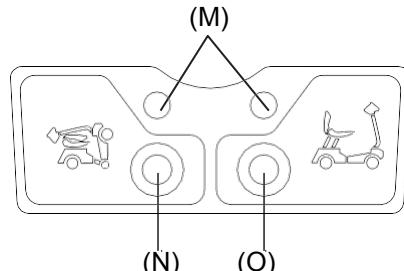
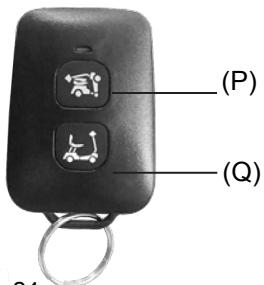

Figura 23
Figura 24
- Cuando el scooter está apagado y está en espera para plegar/desplegar, el indicador luminoso de plegado/desplegado (M) del scooter será anaranjado. (Figura 23)
- Botones del scooter (Figura 23)
- Pulse el botón de plegado (N) una vez para plegar automáticamente. Asegúrese de que el scooter esté completamente expandido antes de plegarlo.
- Pulse el botón de despliegado (O) una vez para desplegar automáticamente. Asegúrese de que el scooter esté completamente plegado antes de desplegarlo.
- Presione (N)/(O) otra vez para plegar/desplegar si se interrumpe el proceso de plegado/desplegado.
- Botones de mando a distancia (Figura 24)
- Pulse el botón de plegado (P) una vez para plegar automáticamente. Asegúrese de que el scooter esté completamente expandido antes de plegarlo.
- Pulse el botón de despliegado (Q) una vez para desplegar automáticamente. Asegúrese de que el scooter esté completamente plegado antes de desplegarlo.
- Presione (P)/(Q) otra vez para plegar/desplegar si se interrumpe el proceso de plegado/desplegado.